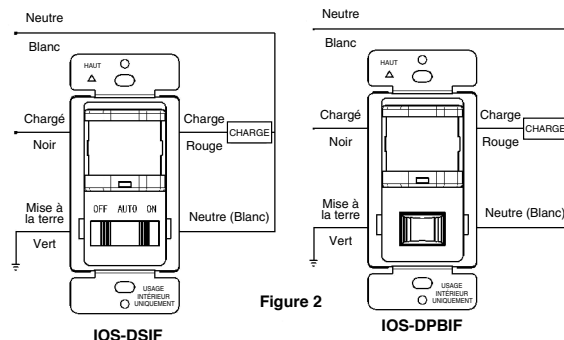

Figure 2
1. Raccorder les fils comme illustré sur le SCHÉMA DE CÂBLAGE (voir Figure 2) : Fil noir à la ligne (sous tension), fil rouge à fil de charge, fil blanc à fil neutre, fil vert à masse.